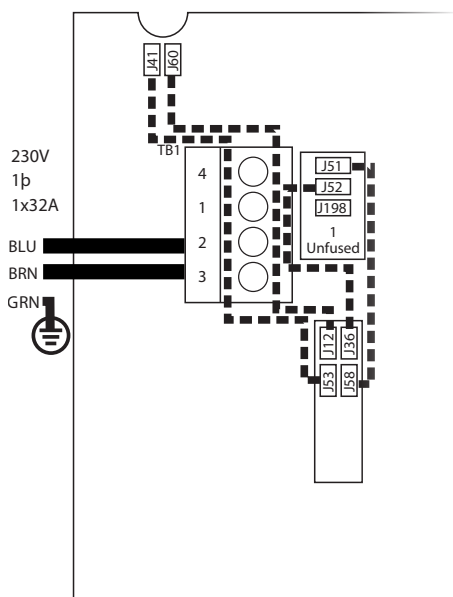

Figure 1
### TELLE QUE FABRIQUÉE: CONNEXION SIMPLE (Figure 1)
1. Retirez tous les cavaliers comme indiqué par les lignes pointillées sur la Figure 1 (page précédente).